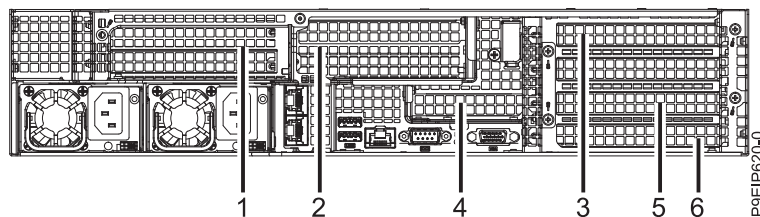

Figura 52. Posições do adaptador PCIe 9006-22P
2. Um adaptador pode compartilhar um riser PCIe com outros adaptadores. Consulte o Figura 52.